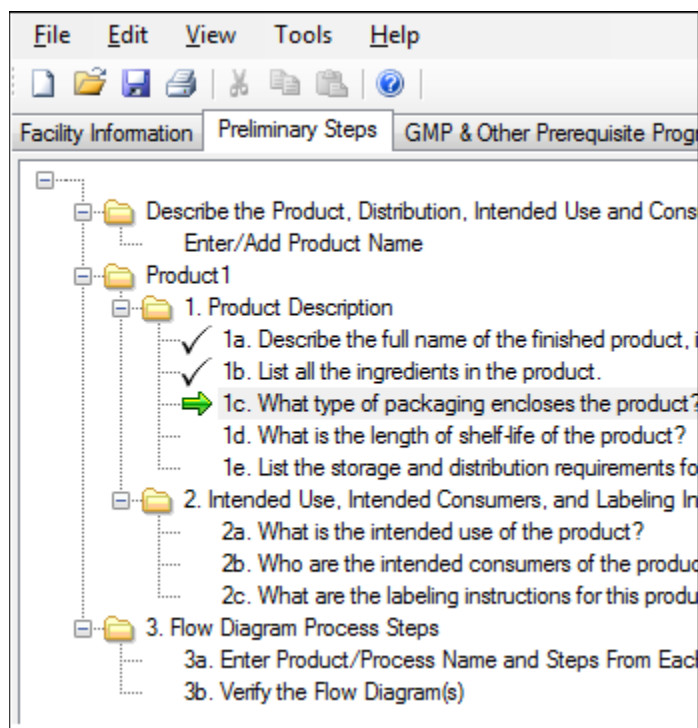

図14: ツリービューナビゲーション
- **Supplementary Information**補足情報 - 右のパネル(図14)には、ユーザーによる質問への回答を支援するための追加の背景情報と法規制に関する情報が含まれている。このパネルには、文字を読みやすくするためのズームイン、アウトの機能がある。